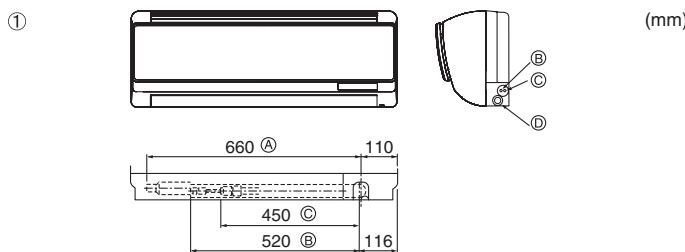

Fig. 4-2
① Plaats van de koelstof- en afvoerpijpen (Fig. 4-2)